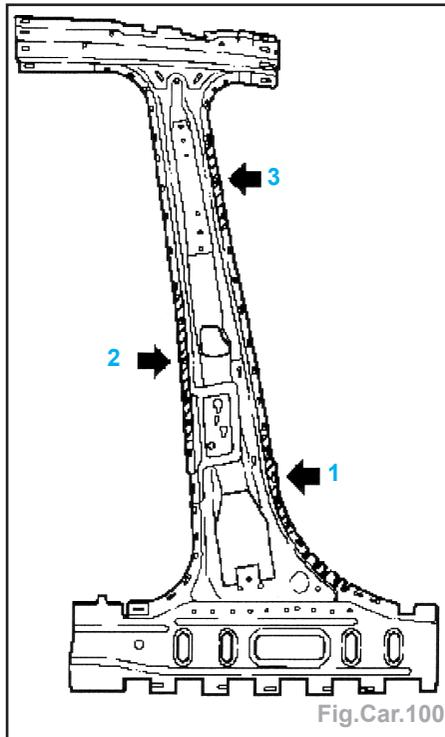

Fig.Car.100
- Brasage au MIG du montant B décalé (1, 2, 3) (Fig.Car.100).